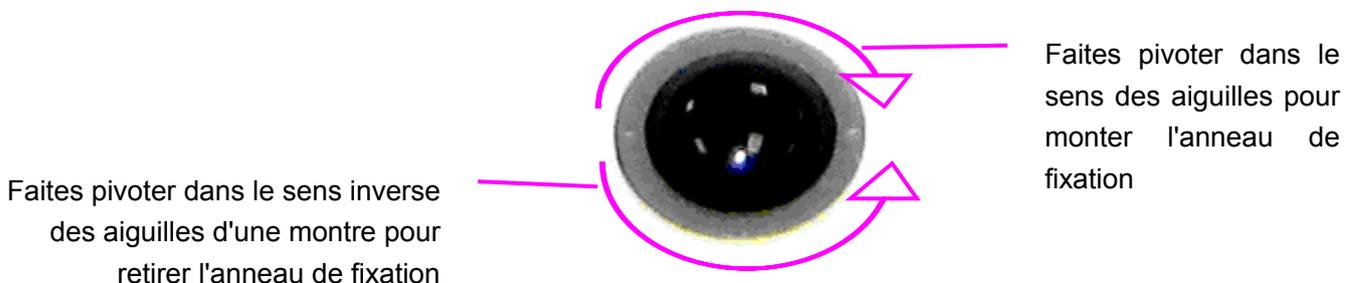

Figure 14-2 Assemblage et Démontage du boule de commande
2. Retirez la boule de commande. Enleverla boule de commande comme indiqué dans la figure 14-2.